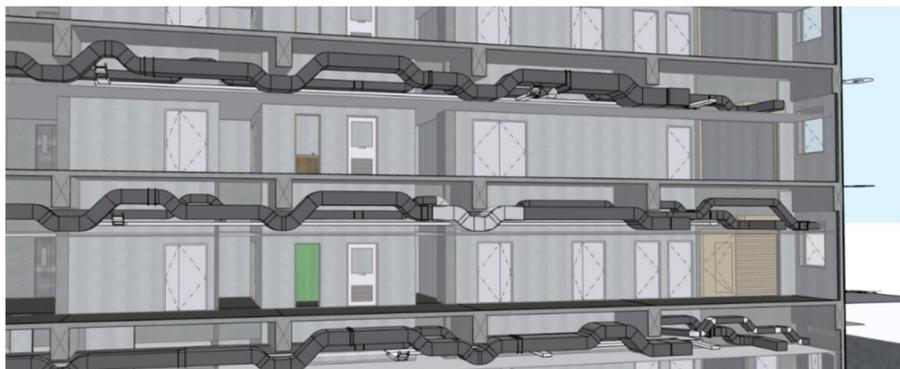

図5 3次元ビューを用いた干渉の確認例
②干渉チェックの方法
1) 3次元ビューによる確認 (図5)
①の対象箇所について、3次元ビューを用い、目視により干渉の確認を行う。